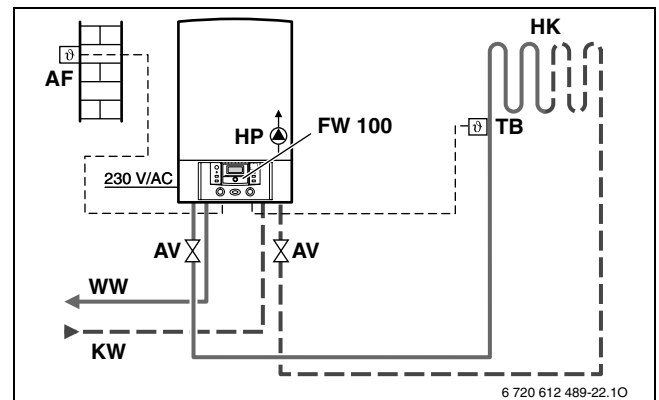

Рис. 30 Пример с регулятором FW 100, работающим по наружной температуре, и обогревом пола с расходом до 1000 л/ч
- Применение гидравлического отделителя: при обогреве полов с расходом воды менее 1000 л/ч можно не устанавливать гидравлический отделитель, как показано на рис. 30.